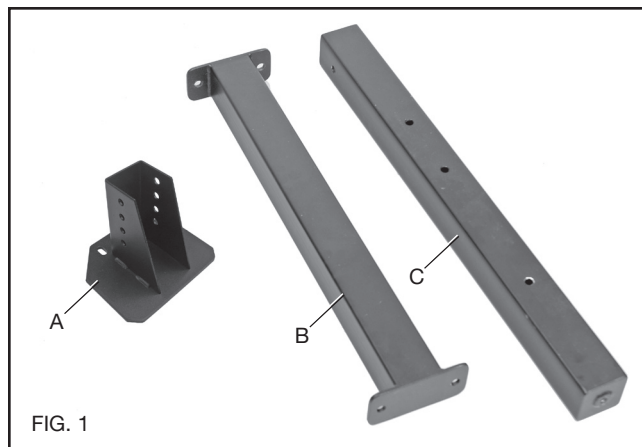
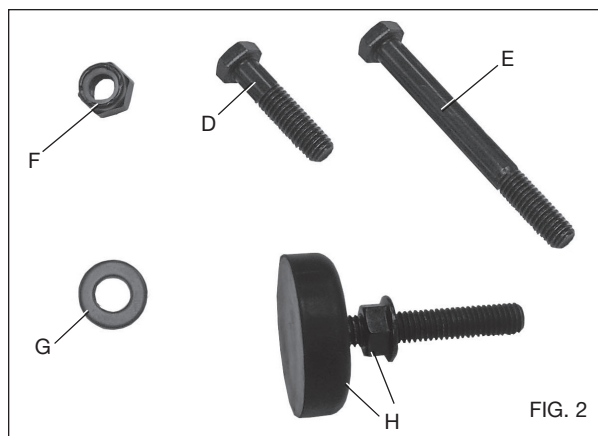

FIG. 1
FIG. 2
### 46-464 PARTS (FIG. 1, FIG. 2)
1. Bolt center support leg (C) Fig. 5 to cross brace/tool holder (M) in bottom hole only (shown at (N)) using one 3/8-16 x 3-1/2" (89 mm) hex head bolt (E) Fig. 2, two 3/8 flat washers (G) Fig. 2 and one 3/8-16 nylock nut (F) Fig. 2.
4. Attach extension brace (B) Figure 6 to center support leg (C) and cross brace / tool holder (M) in two top holes (P) as shown, using two 3/8-16 x 3-1/2" (89 mm) hex head bolts (E) Fig. 2, four 3/8
flat washers (G) Fig. 2 and two 3/8-16 nylock nuts (F) Fig. 2.
- Attach right side leg assembly (K) Fig. 7 to the right side of extension brace (B) in two holes (Q) as shown using two 3/8-16 x 3-1/2" (89 mm) hex head bolts (E) Fig. 2, four 3/8 flat washers (G) Fig. 2 and two 3/8-16 nylock nuts (F) Fig. 2. Remember to orient leg as shown in Fig. 7.
- Attach lathe stand platform (A) Fig. 7 to center support leg using two 3/8-16 x 3-1/2" (89 mm) hex head bolts (E) Fig. 2, four 3/8 flat washers (G) Fig. 2 and two 3/8-16 nylock nuts (F) Fig. 2.
### PIÈCES DE LA 46-464 (Fig. 1, Fig. 2)
1. Arrimez le pied de support central (C), fig. 5, à la barre transversale/porte-outils (M) par le trou inférieur seulement (illustré par N), à l'aide d'un boulon à tête hexagonale de 89 mm (3/8-16 x 3-1/2 po) (E), fig 2, deux rondelles plates de 3/8 (G), fig. 2, et un écrou nylock de 3/8-16 (F), fig. 2.
4. Rattachez la barre transversale de rallonge (B), fig. 6, au pied de support central (C) et à la barre transversale/porte-outils (M) par les deux trous supérieurs (P), comme illustré, à l'aide de deux boulons à tête hexagonale de 89 mm (3/8-16 x 3-1/2 po) (E), fig. 2, quatre rondelles plates de 3/8 (G), fig. 2, et deux écrous nylock de 3/8-16 (F), fig. 2.
6. Rattachez le dispositif du pied droit (K), fig. 7 sur l'extrémité droite de la barre transversale de rallonge (B) par deux trous (Q), comme illustré, à l'aide de deux boulons à tête hexagonale de 89 mm (3/8-16 x 3-1/2 po) (E), fig. 2, quatre rondelles plates de 3/8 (G), fig. 2, et deux écrous nylock de 3/8-16 (F), fig. 2. N'oubliez pas de bien orienter le pied comme illustré.
7. Rattachez la plateforme (A) du banc de tour, fig. 7, au pied de support central à l'aide de deux boulons à tête hexagonale de 89 mm (3/8-16 x 3-1/2 po) (E), fig. 2, quatre rondelles plates de 3/8 (G), fig. 2, et deux écrous nylock de 3/8-16 (F), fig. 2.